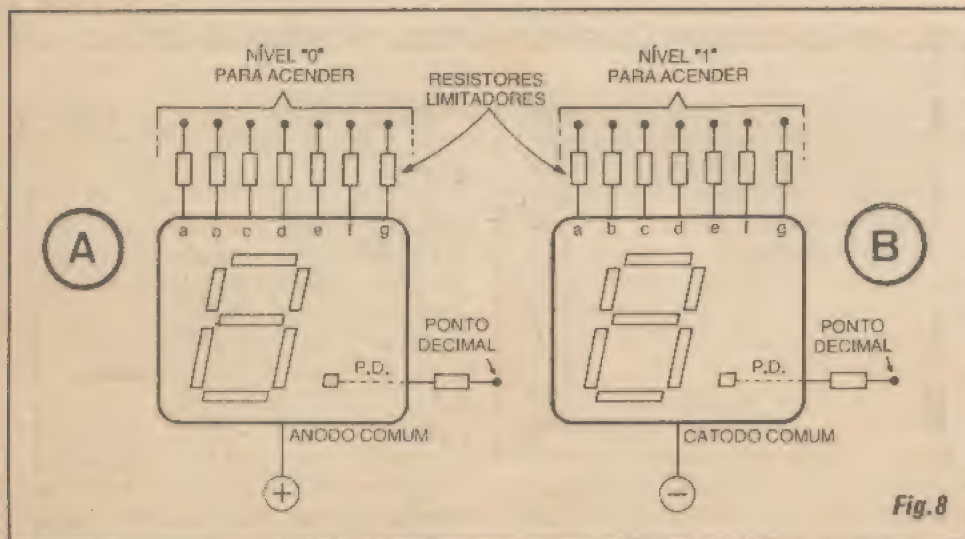

Fig. 8
- FIG. 8 - PARÂMETROS ELÉTRICOS DOS DISPLAYS A LEDs... - Os 7 LEDs embutidos dentro de cada *display* continuam sendo... LEDs, e ficam sujeitos a todos os limites, parâmetros e condições de funcionamento já vistos em distante *aula* na qual tais componentes foram abordados. Tensão e corrente, em cada segmento, estão parametradas pelas necessidades/requisitos dos LEDs individuais... Dessa forma, é muito comum que resistores/série sejam anexados a cada pino de controle de segmento (a-b-c-d-e-f-g), com o cálculo dos seus valores obedecendo às mesmas fórmulas vistas na *arqueológica Aula* mostrada em ABCDE 5... Além dos 7 LEDs correspondentes aos segmentos de formação dos algarismos, é comum que o bloco do *display* contenha ainda um oitavo LED, posicionado de forma a representar o **ponto decimal** (no canto inferior direito do painel frontal...). Este mostra, externamente, a forma de um... ponto, redondinho ou quadradinho, para bem diferenciá-lo dos segmentos em forma de barras ou linhas, formadores do algarismo... Eletricamente, obedece aos mesmos padrões de **anodo comum** ou de **catodo comum** já explicados. A respeito da energização dos LEDs/segmentos, notem que normalmente num *display* tipo **anodo comum**, este estará *positivado*, devendo um nível "0" ou *baixo* ser aplicado ao terminal do segmento que deva acender. Já no *display* do tipo **catodo comum**, este estará *negativado*, ocorrendo o acendimento do segmento cujo respectivo terminal receba um nível "1" ou *alto*...